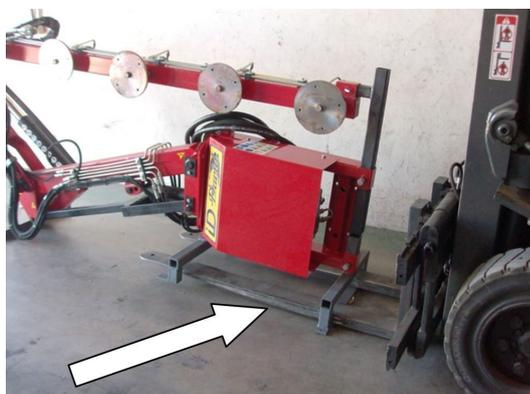

Imagen 3
2. *Cargar/Descargar la máquina con una carretilla elevadora.* Introducir las "uñas" por la parte inferior de los pies de almacenamiento (Imagen 3). Antes de mover la máquina asegurarse que ésta no oscila y se encuentra bien sujeta, si no lo está corre el riesgo de caer ocasionando numerosos daños en la máquina e incluso daños personales. **Extremar la precaución utilizando este método.**